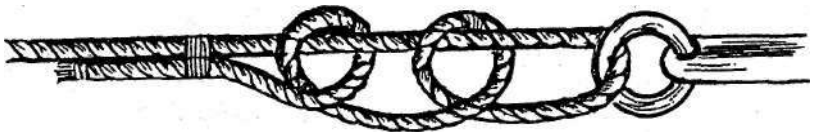

Рис. 18. Простой штык
**Простой штык**, изображенный на **рис. 18**, применяется для крепления фалиня шлюпки за рым (скобу якоря) на стенке (пристани). При сильном натяжении узел затягивается.